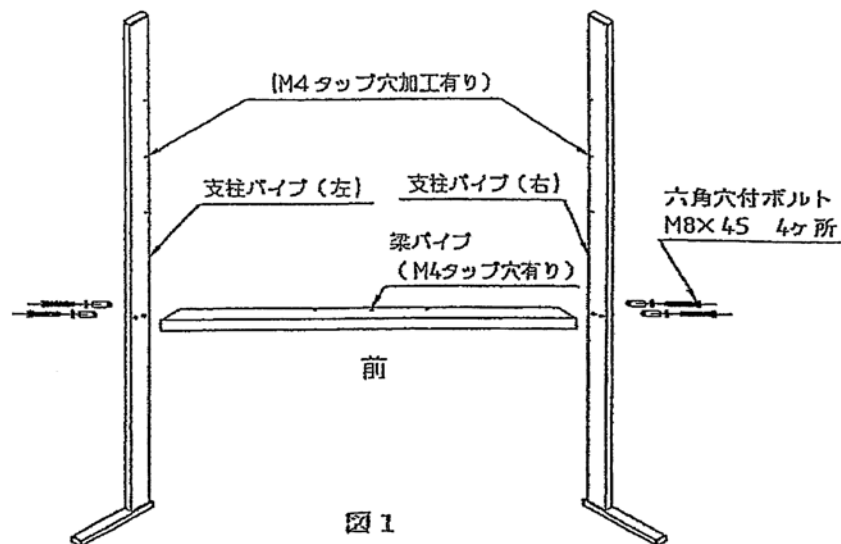

図1
- 支柱に梁パイプを図1の向きにボルトで仮締めします。
- 1.粉受を図1のように、ボードの下部に当ててください。